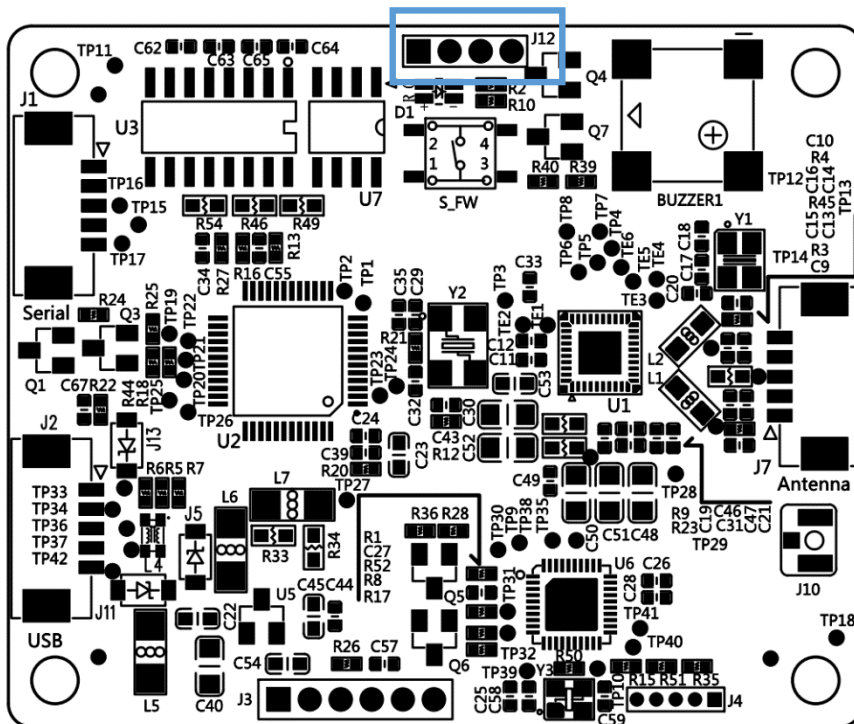
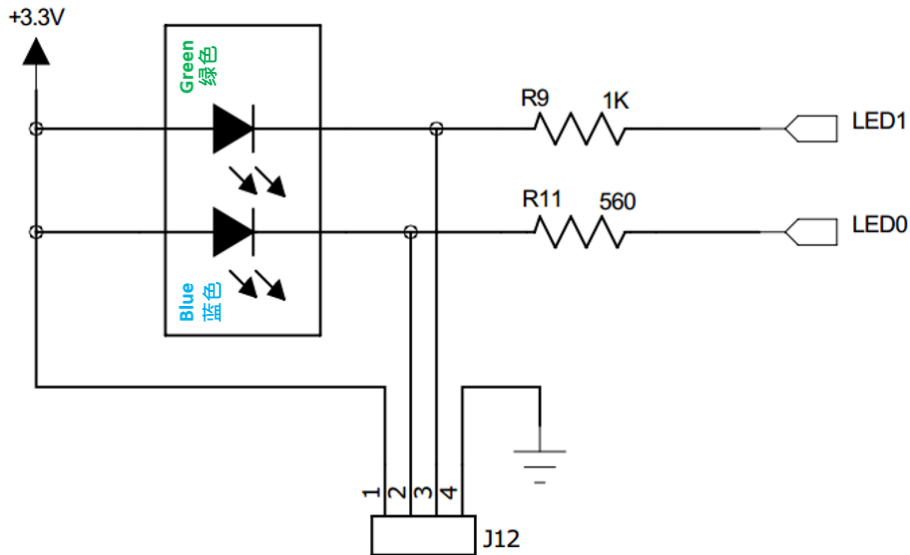

图 3: ACM1552U-Y 的 LED 配置
图 4: ACM1552U-Y 的 LED 电路图
| 图 3: ACM1552U-Y 的 LED 配置..... | 6 |
| 图 4: ACM1552U-Y 的 LED 电路图..... | 7 |
1. 将跳线接至 **J12**，使 LED 显示电源和卡信号的状态（请参考图 3 和图 4）。